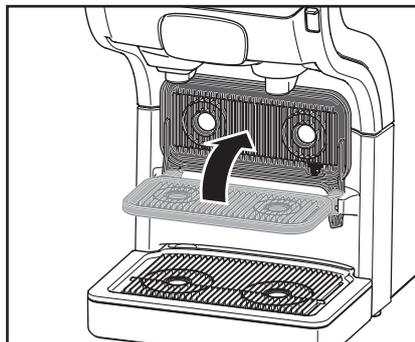

Fig. 11
- Ribaltare in su il portatazze, per liberare lo spazio per il bicco (fig. 11).